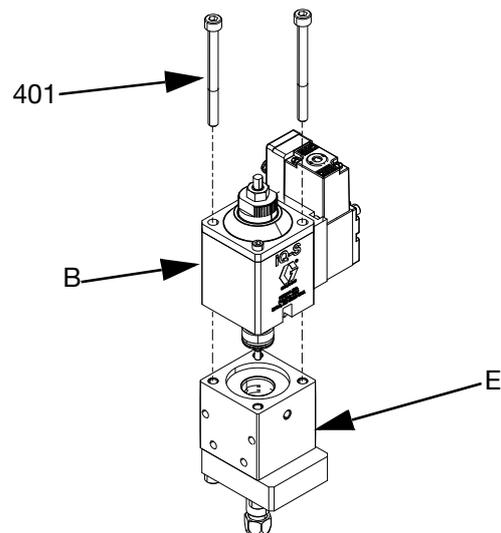

FIG. 11
4. Retirez l'adaptateur (308) et l'entretoise (315) du système anti-goutte.
5. Placez une clé Allen dans le trou de la tige de piston (410) situé dans l'orifice de purge (K). Dévissez l'écrou (310) à l'aide d'une douille de 5,5 mm ou d'un tourne-écrou et retirez la buse (309).
6. Si la section fluide (E) n'est pas montée, placez-la dans un étau.
7. Retirez les vis M5 (401) à l'aide d'une clé Allen de 4 mm du haut du cylindre pneumatique. Tirez doucement la section d'air (B) jusqu'à ce que la tige de piston (410) soit retirée de la section fluide (E). Voir FIG. 11.